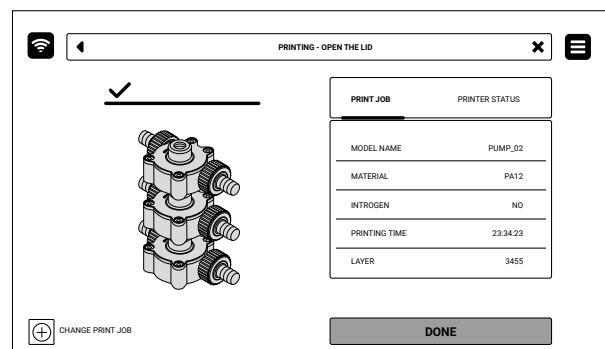

Abb. 6.2. Bildschirm **PRINT JOB** und **PRINTER STATUS**.
6. Drücke auf **DONE** (Abb. 6.2).